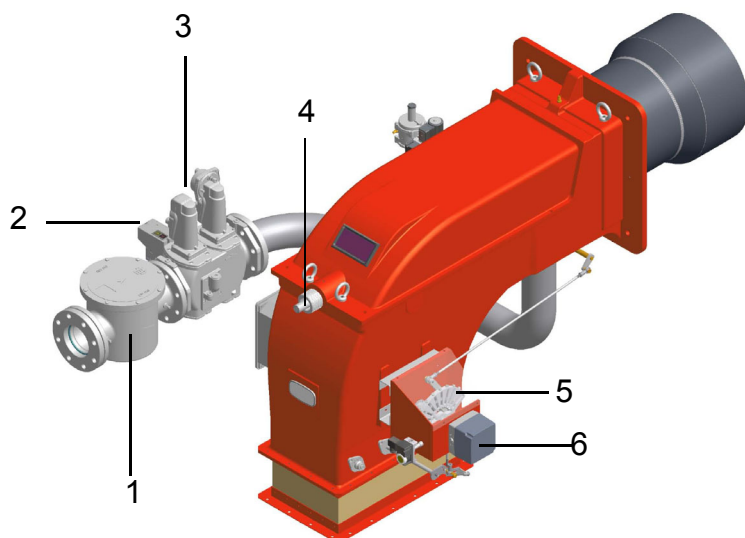

Fig. 4
**ATTENZIONE:** una volta montata la rampa secondo lo schema riportato in Fig. 4, deve essere effettuata la prova di tenuta del circuito gas, secondo le modalità previste dalla normativa vigente.